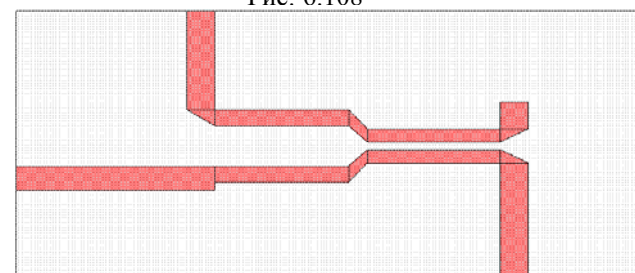

Рис. 6.109
16. Щёлкните по значку **Polygon** на панели инструментов. Поместите курсор на правый нижний угол вновь созданного проводника и щёлкните левой кнопкой мышки, переместите курсор на левый нижний угол вновь созданного проводника и щёлкните левой кнопкой мышки, переместите курсор на нижний угол горизонтального проводника и дважды щёлкните левой кнопкой мышки (рис. 6.109).